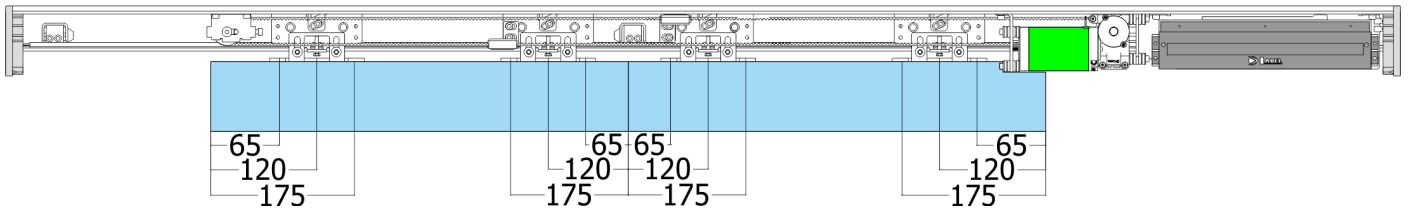
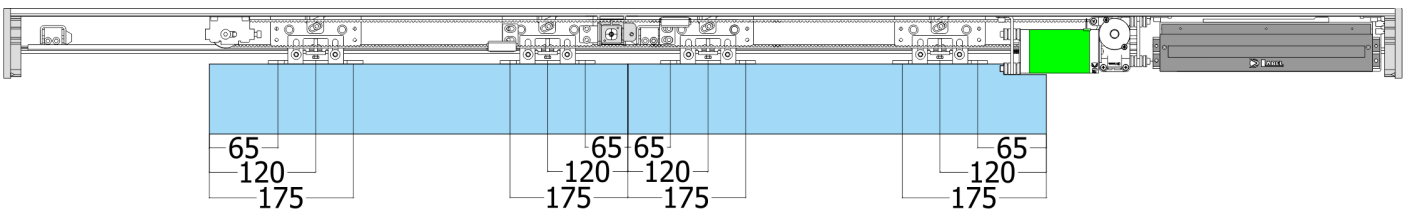

FIG. 9
FIG. 10
- Fastgør beslag "C" på dørblad eller dørfæste på den afstand som er indikeret i FIG 9 hvis der ikke er installeret elmekanisklås, eller som indikeret i FIG 10 hvis der er installeret el-mekanisk lås.